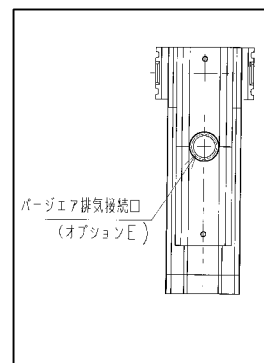

図 9
- 5) SU3000-W シリーズのオプション E の場合、排気エアの配管は内径 8mm 以上のホース又は配管材を使用し、長さは 3m 以内としてください。(図 9 参照)
- 6) SU4000-W シリーズのオプション E の場合、排気エアの配管は、内径 8.9mm 以上のホース又は配管材を使用し、長さは 2m 以内としてください。(図 9 参照)